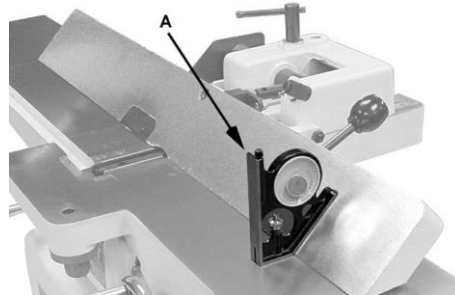

Рис. 27
1. Ослабьте фиксатор (А). Сдвиньте стопорную пластину (D) и расположите упор под углом  $135^\circ$ .
3. Поместите инструмент для измерения угла на стол и на упор, чтобы проверить правильность настройки угла  $135^\circ$  (А. рис. 27).
4. Чтобы отрегулировать положение, ослабьте стопорную гайку (F), поверните стопорный болт (Е) до тех пор, пока угол не составит  $135^\circ$ .
5. Затяните стопорную гайку (F).